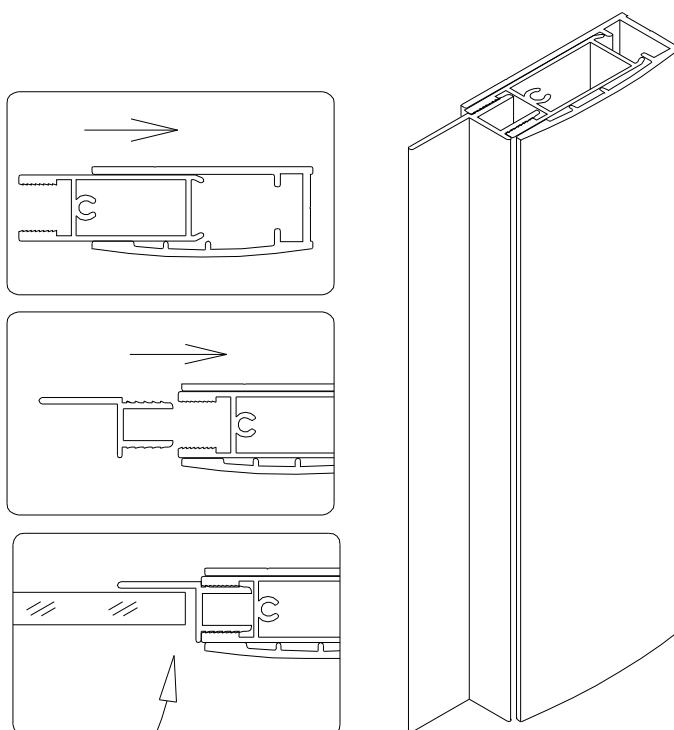

Рис. 11
11. Вставьте **Внутренний профиль (04)** в углубление **Наружного профиля (05)**. Вставьте **Водонепроницаемый ограничитель двери (10)** во **Внутренний профиль**. Приложите собранный **Профиль** к стене, закройте **Стеклянную дверь (03)** и выровняйте профиль и дверь так, чтобы **Стекло** и **Ограничитель** плотно прилегали друг к другу. Рис. 11